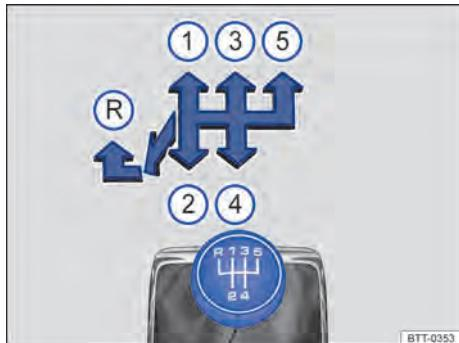
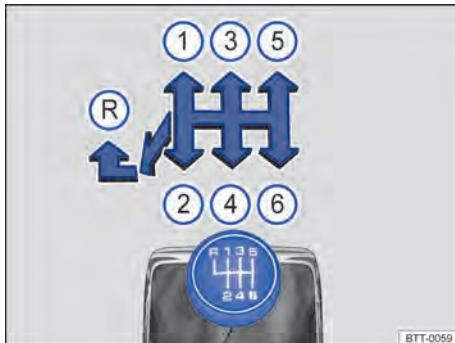

Fig. 124 Esquema de troca de marchas da transmissão manual de 5 marchas.
Fig. 125 Esquema de troca de marchas da transmissão manual de 6 marchas.
As posições de cada marcha estão representadas na alavanca de troca de marcha ⇒ Fig. 124 ou ⇒ Fig. 125.
- Empurrar a alavanca de troca de marcha totalmente para a esquerda e depois para frente até a posição de marcha a ré ⇒ Fig. 124 ou ⇒ Fig. 125 .